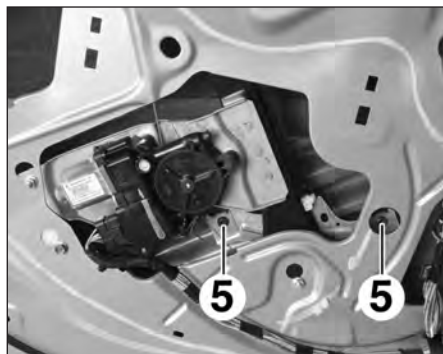
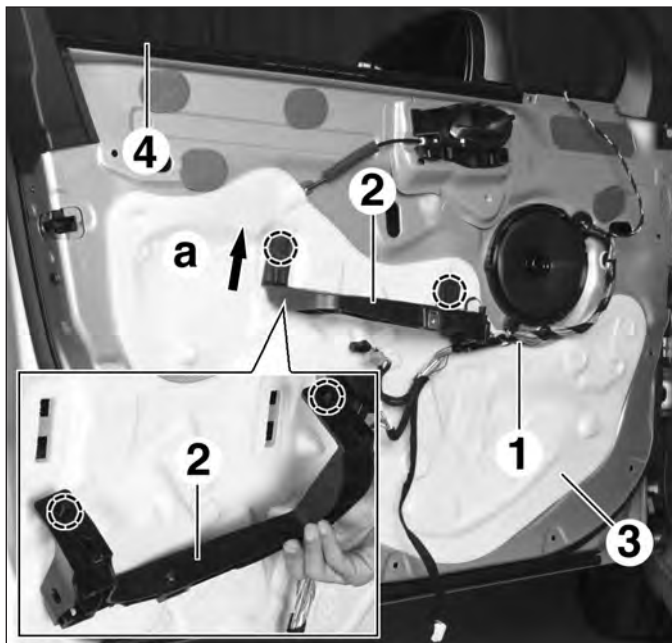

FIG.103
FIG.102
- le faisceau électrique (1) du support de garniture de porte (2) (Fig.102),
- le support (2) de la garniture de porte.
- le support (2) suivant la flèche (a),
- la feuille d'étanchéité (3),
- le joint lécheur intérieur (4),
- les vis (5) de la vitre (Fig.103).